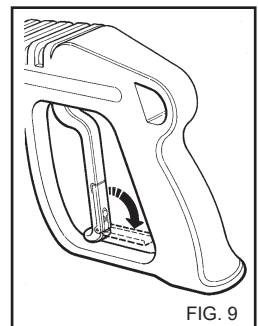

FIG. 9
Pour éliminer les éventuelles impuretés ou bulles d'air du circuit hydraulique, effectuer la première mise en service du nettoyeur haute pression sans la lance, et laisser sortir l'eau pendant quelques secondes. Les éventuelles impuretés pourraient obstruer la buse et empêcher son fonctionnement (fig. 9).
- Quand le nettoyeur haute pression n'est pas utilisé, fermer le dispositif de sécurité de la poignée.(fig. 9).